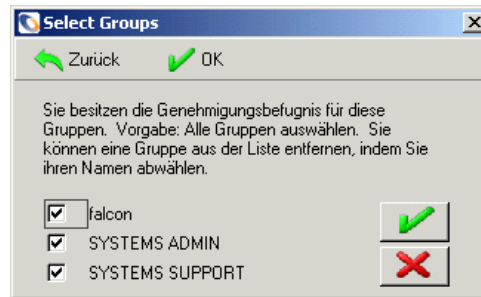

Abbildung 10-70: Dialogfeld „Genehmigung“
Das Dialogfeld **Auswahl der Genehmigungsgruppe** wird angezeigt (siehe Abbildung 10-70).
- 2 Wählen Sie **Genehmigungen** im Menü **Optionen** aus. Ein Dialogfeld mit den Genehmigungsgruppen, zu denen Sie gehören, wird angezeigt (siehe Abbildung 10-70 auf Seite 489).